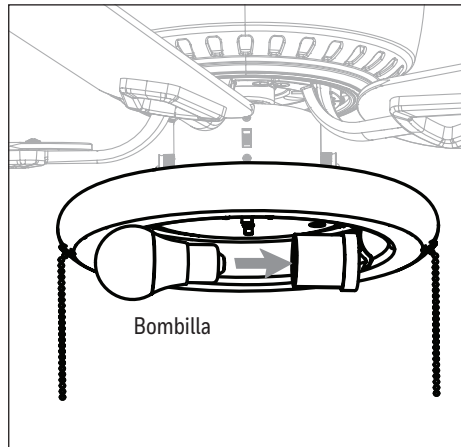

Figure 4.8
8. Instale la bombilla LED de base E26 en el portalámpara del kit de iluminación. Importante: asegúrese de que la bombilla y el kit de iluminación se enfríen antes de reemplazar la bombilla (Figure 4.8).